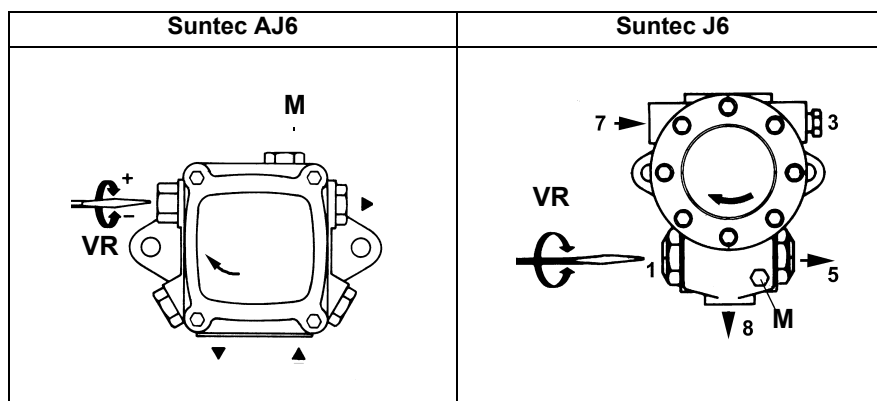

Рис. 11
- выпустить воздух со штуцера манометра **M** насоса , развинтив слегка заглушку, но не снимая ее (Рис. 11);
- 3 выпустить воздух со штуцера (**M**) манометра насоса (Рис. 11), расслабив слегка заглушку, но не снимая ее; затем отпустить контактор;